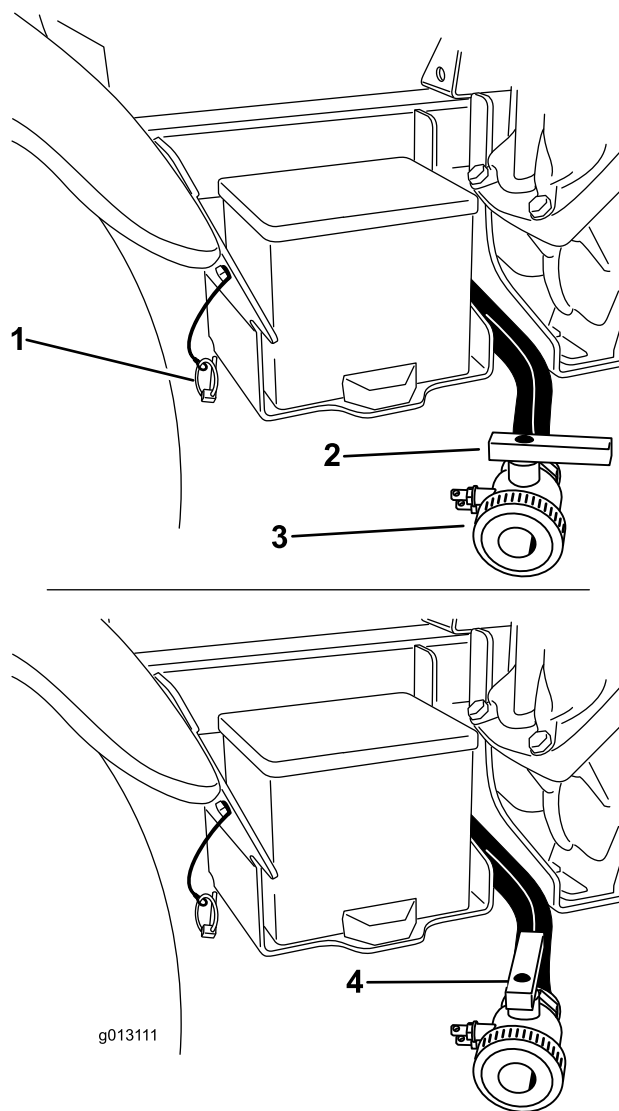

図 28
分する(図 28)。これにより、配管内部に残っている薬剤も完全に排出される。
3. 排出が完全に終了したら、ドレン・バルブを閉じ、バルブをブラケットにリンチ・ピンで元通りに固定する(図 28)。